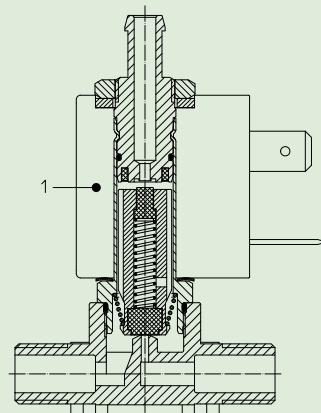

Fig. 2
**Ankerführungsrohr (fig.2)**
**Phasenverschiebung (fig.2)**